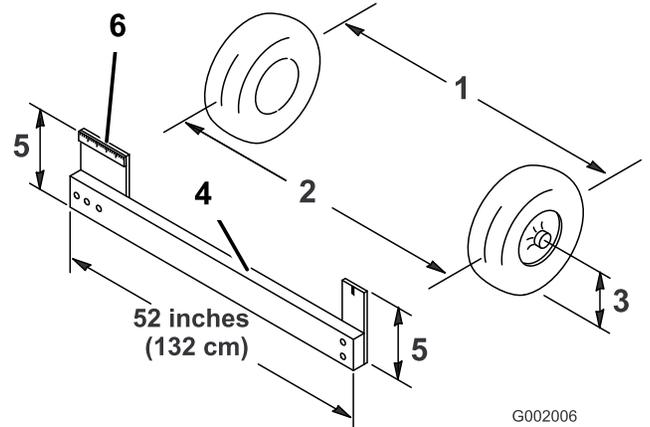

图 50
4. 以轮轴的高度为标准分别测出两个前轮的轮前距离和轮后距离图50。
注意 要测量轮轴高度的前轮轮后距离需要使用夹具或定位仪。使用相同的夹具或定位仪还可以以轮轴高度为标准准确测量前轮的轮前距离图50。